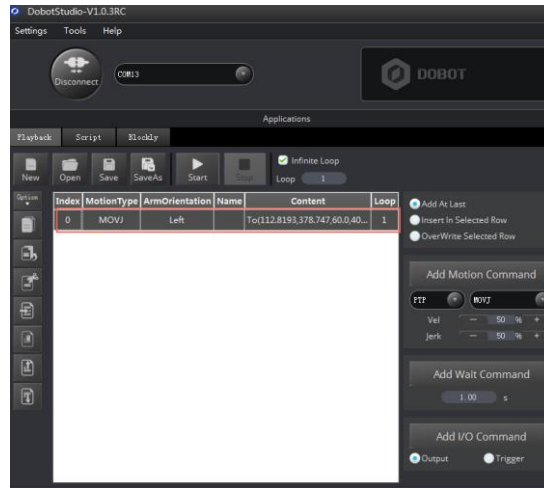

图 6.7 当前存点参数信息
- 在“Playback”左侧界面的存点列表选中某一条存点信息，双击修改存点信息，存点信息如图 6.7所示。可修改的参数如表 6.4所示。